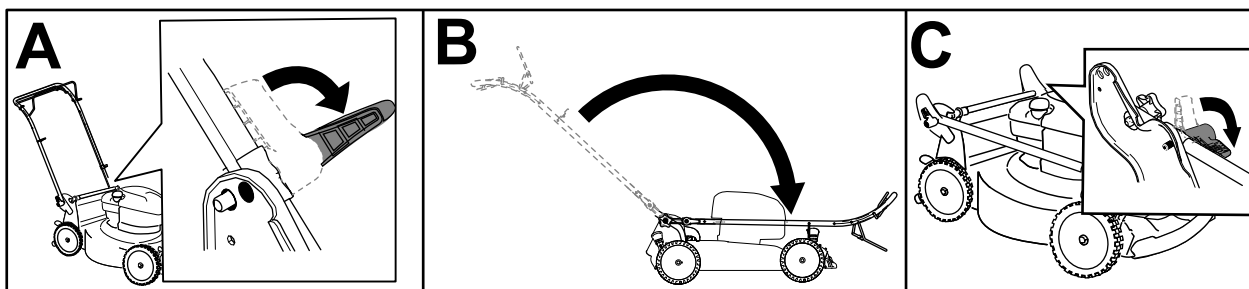

Figura 16
2. Decuplați închizătoarele mânerului până ce puteți mișca mânerul superior liber (A din Figura 16).
3. Pliați mânerul spre față și cuplați închizătoarele mânerului (B și C din Figura 16).